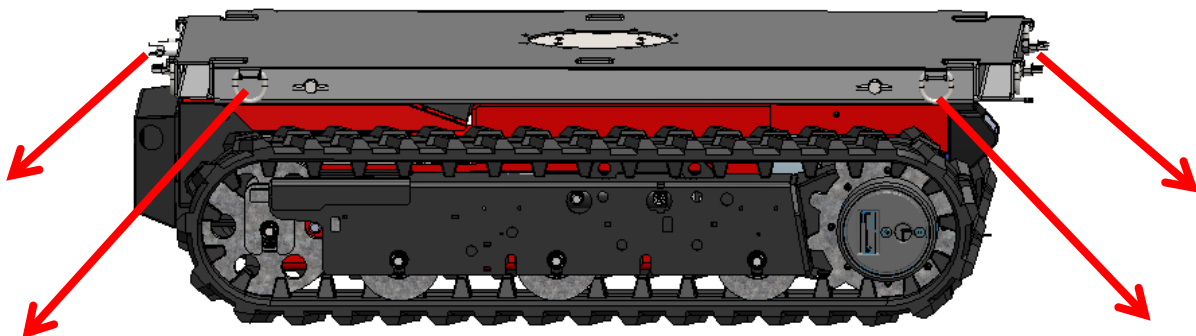

Figure: 25
- Vers l'avant et le côté, arrimer au moins pour 0,5x le poids de la machine. Vers l'arrière, arrimer au moins pour 1x le poids de la machine (Figure 25).